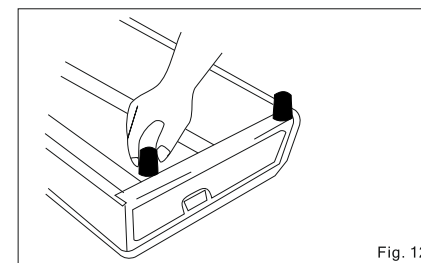

Fig. 12
- Para fijar las patas de goma a la placa de gas, ponga la placa boca arriba y enrosque las patas en los huecos en la parte inferior de la placa (Fig. 12)